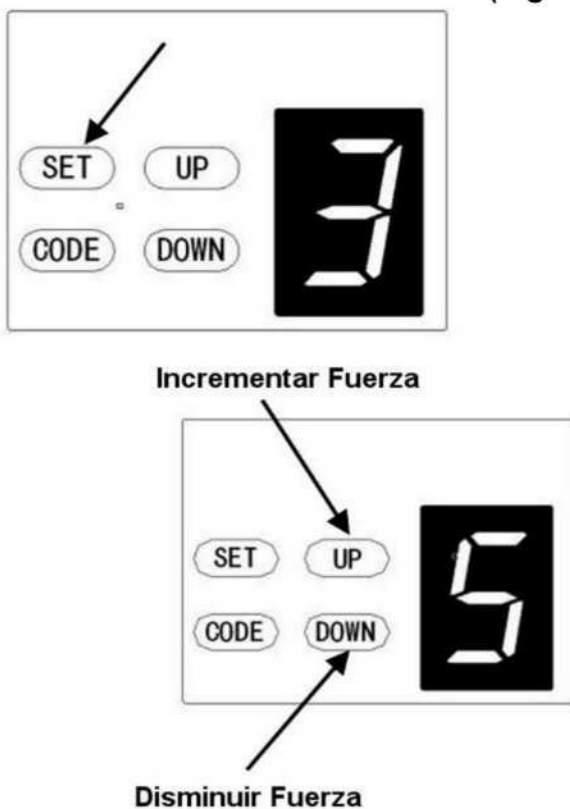

Fig.41
7.4.- Ajustando la Fuerza de Obstrucción (Fig.41).